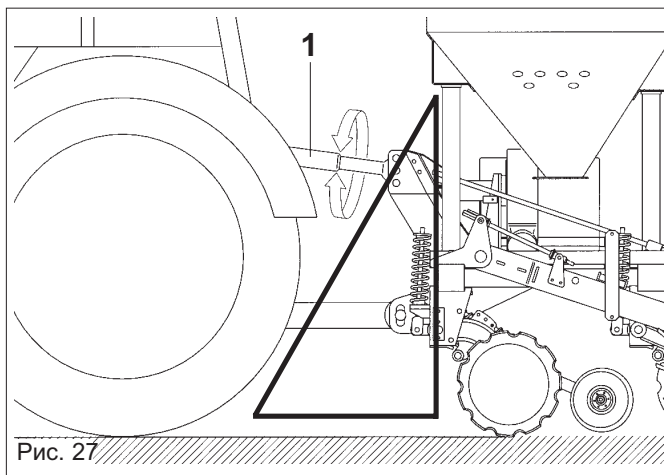

Рис. 27
- а) Длину рукоятки в третьей точке для навесной сеялки (1 Рис. 27);